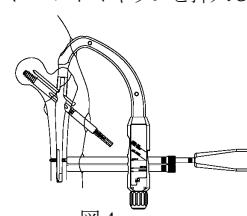

図4
- 4) 折骨形態によって必要に応じ、大腿骨骨幹部外側よりドリルにて穴あけを行い、ディスタルスクリューを挿入します。(図4)